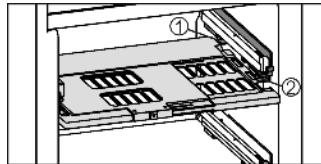

Fig. 14
- Установка пластины регулировки влажности: попречные ребра крышки на пластине вставить через низ в задний держатель Fig. 14 (1) и защелкнуть спереди на держателе Fig. 14 (2).